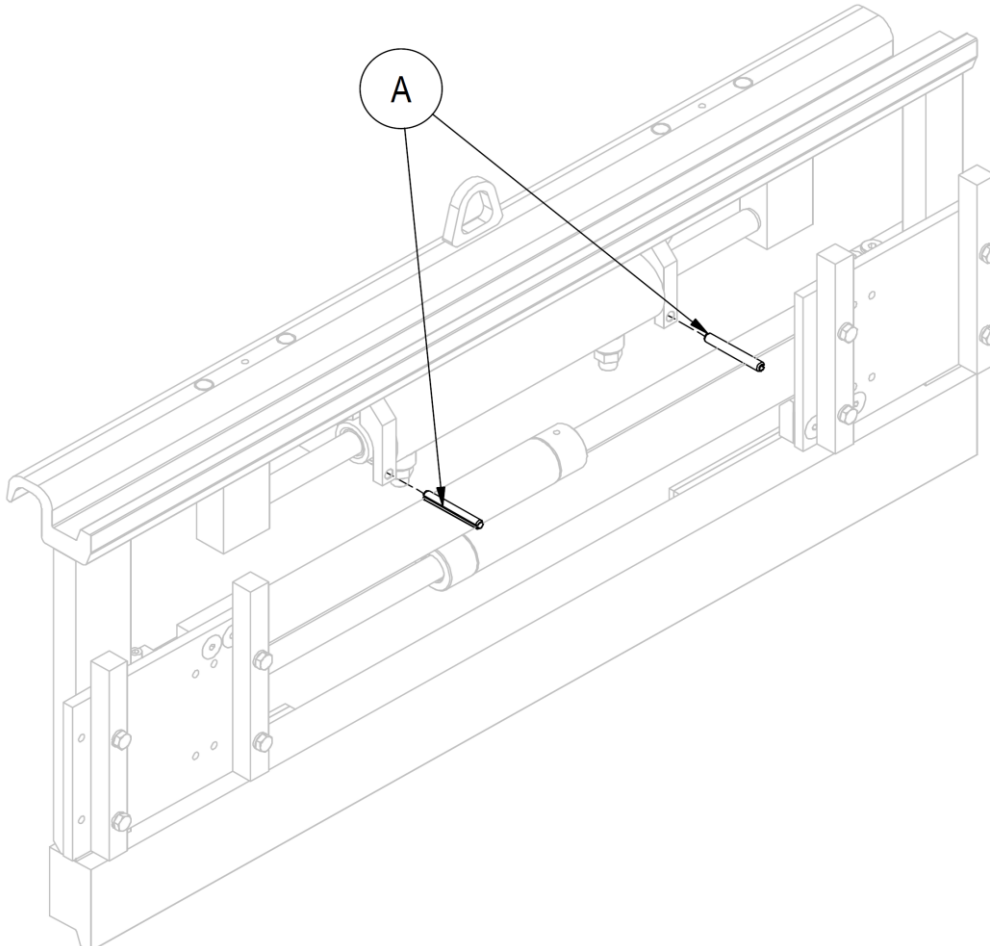

Abbildung 31
3. Entfernen Sie die vorhandenen Spannstifte **A** und nehmen Sie den Zylinder weg von seinem Sitz (siehe *Abbildung 31*).